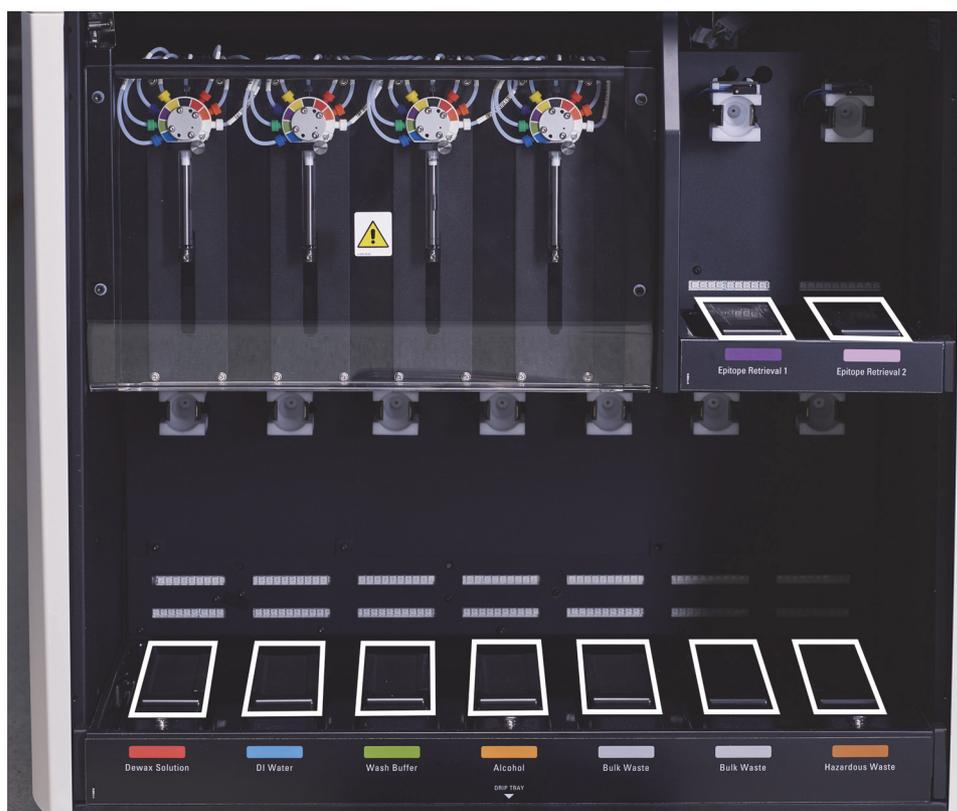

Figure 137 : Plateaux antigoutte de contenant en vrac BOND-III montrant les capots des capteurs de poids
3. Retirez les capots noirs qui protègent les capteurs de poids de chaque contenant en vrac (voir **Figure 137**). Essuyez chaque capot avec une compresse ou un chiffon humecté d'une solution d'alcool à 70.